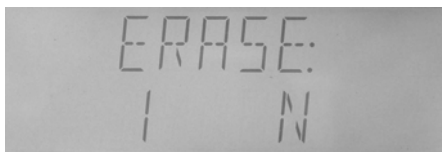

图 4—29 删除文件
a) 在文件功能操作页，通过【◀】或【▶】键选择“ERASE”项，如图 4—29。